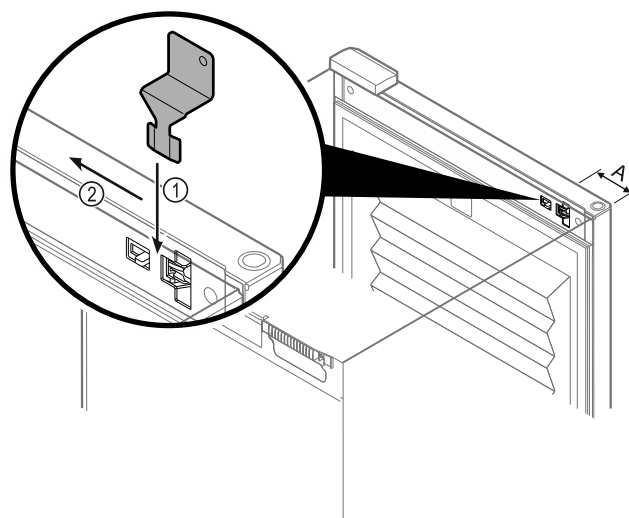

Fig. 150
- Расположите ключ для аварийной разблокировки в заданном месте Fig. 150 (A) ≈ 100 мм.
- Вставьте ключ для аварийной разблокировки Fig. 150 (1) между дверью и корпусом устройства сверху и до упора.
- Потяните ключ для аварийной разблокировки в направлении шарнира. Fig. 150 (2)